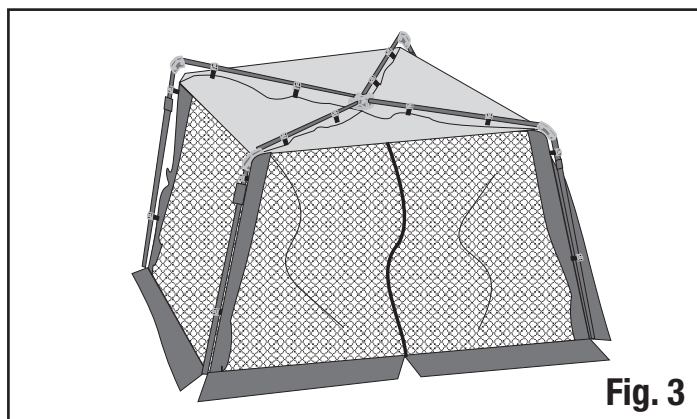

Fig. 3
- Allongez les bras de la tente vers l'extérieur. (Fig. 3)
- Repliez les bras de la tente vers le raccord central. (Fig. 3)